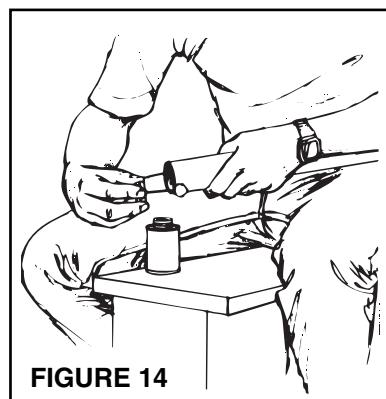

FIGURE 14
- Voyez la figure 14. Appliquez la colle PCV (Modèle 379) à l'extérieur du tuyau. Couvrez le tube à 2,54 cm du bout du tuyau. Faites attention de ne pas mettre de colle à l'intérieur du tuyau.